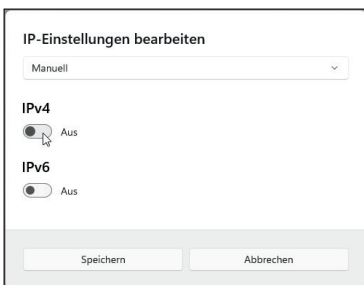

Abb. 6-9: Windows 11, Dialog **IP-Einstellungen bearbeiten**, IP-Optionen
- ☞ Aktivieren Sie als Nächstes das erforderliche Internetprotokoll (**IPv4** oder **IPv6**) (Abb. 6-9).